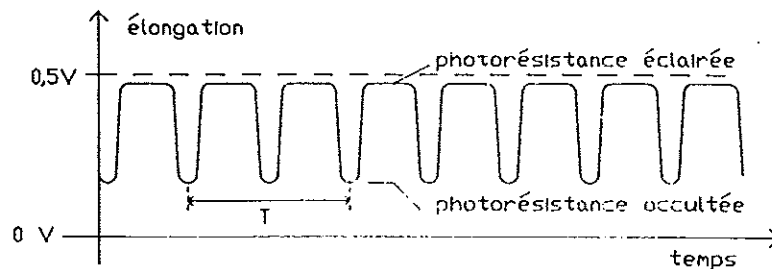

figure 17 : à chaque demi-période le faisceau lumineux est intercepté par la lame vibrante
- écarter le vibreur de sa position d'équilibre et observer le signal reçu à l'oscilloscope (figure 17)